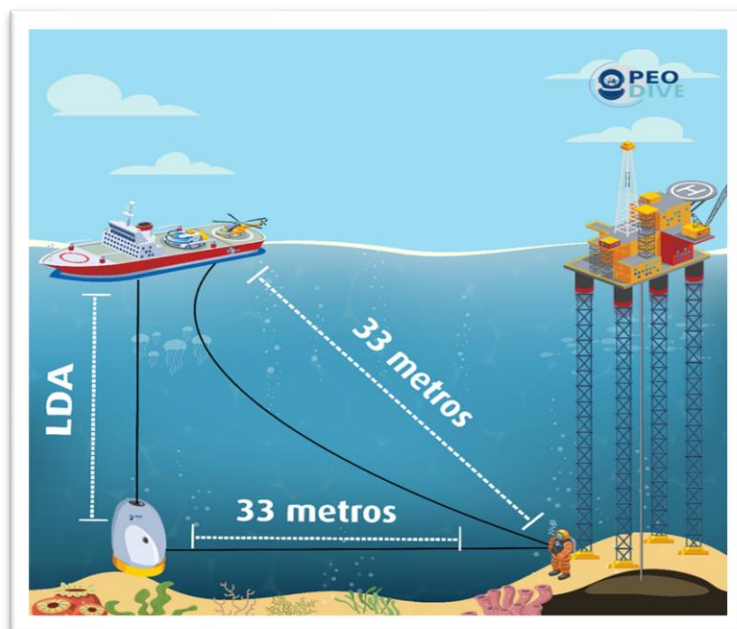

Figura 4
- ✓ **Recomendação 2** – Consideramos que em até 20 metros de profundidade, não ocorre grande impacto na distância a ser percorrida. A partir dos 20 metros de profundidade, há um impacto maior a ser considerado, nesse caso, recomenda-se a utilização do sinete para mergulhos entre 20 e 30 metros (vide Figura 4).